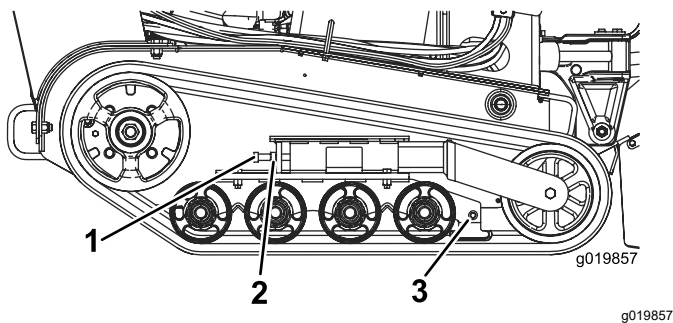

Figura 47
3. Desaperte a porca de bloqueio no parafuso de tensificação da lagarta e os parafusos no braço de tensão (Figura 47).
4. Aperte o parafuso de tensificação para 32,5 a 40 N·m para esticar a lagarta (Figura 47).
4. Abra o parafuso de tensionamento e a porca de bloqueio (Figura 47).